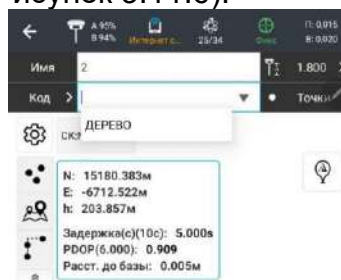

Рисунок 3.11.6
2. В появившемся списке кодов выберите интересующий вас код и отснимите точку с применением этого кода (Рисунок 3.11.6).